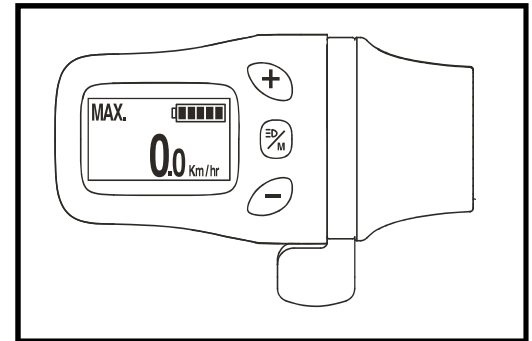

Abb. 16. Batterieanzeige
Die Batteriezustandsanzeige an der Drosselklappe zeigt die ungefähre Stärke Ihrer Batterie mithilfe eines Batteriesymbols an. Bei voller Aufladung zeigt das Symbol fünf (5) Balken an, die auf einen vollständig aufgeladenen Akku hinweisen. Bei fortgesetzter Verwendung verschwinden die Balken, sobald die Ladung aufgebraucht ist. Sobald das Symbol nur noch einen Balken anzeigt, ist eine sofortige Aufladung erforderlich. **Siehe Abb. 16.** Um die größtmögliche Genauigkeit zu erreichen, sollte der Batterieanzeiger des Elektromobils bei maximaler Geschwindigkeit auf trockenem, ebenem Untergrund getestet werden.